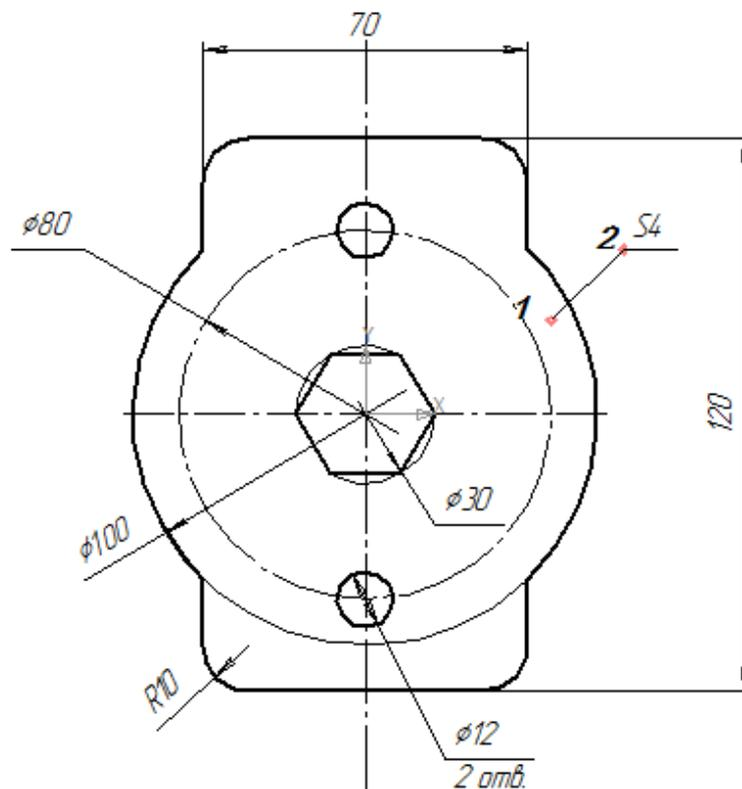

Рисунок 22.
17. Зафиксируйте полку выноски в двух местах (рисунок 22).